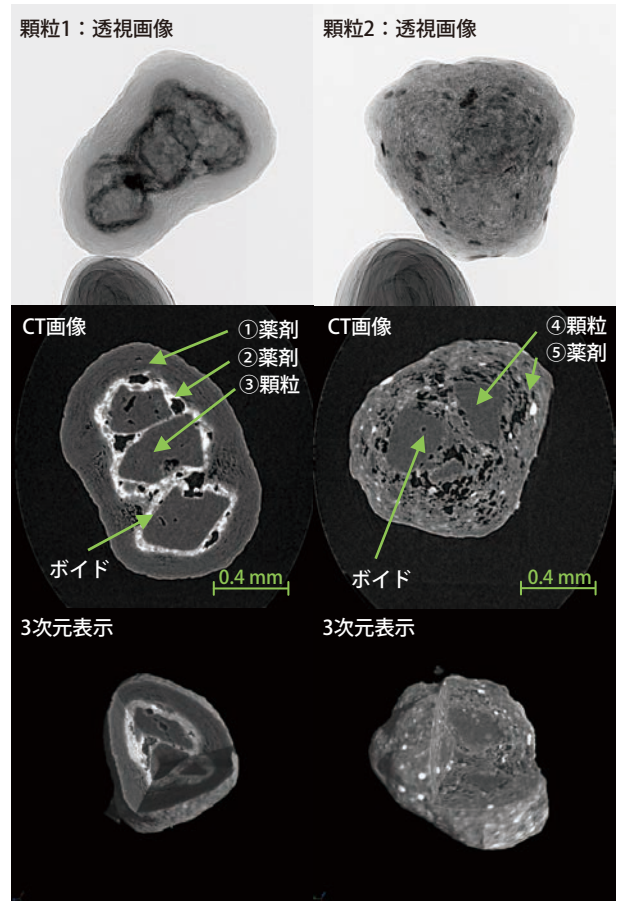

Fig. 7 顆粒観察画像
顆粒 1, 2 のそれぞれの透視画像・CT 画像・3 次元表示画像を Fig. 7 に示します。
顆粒 1 は、密度の低い薬剤 (Fig. 7 ①) の中に、少し密度の高い薬剤 (Fig. 7 ②) でコーティングされた別の顆粒 (Fig. 7 ③) が閉じ込められた 3 層構造であることがわかります。ま
た拡大して CT 撮像をすると、①と②の薬剤 (Fig. 7 ①, ②) の境界付近にポイドが存在していることも観察できます。
顆粒 2 では、密度の低い薬剤からなる顆粒 (Fig. 7 ④) が、少し密度の高い別の薬剤 (Fig. 7 ⑤) でコーティングされている 2 層の様子が観察できます。また、顆粒 (Fig. 7 ④) の内部には顆粒 1 と同じようにポイドが存在していることもわかります。